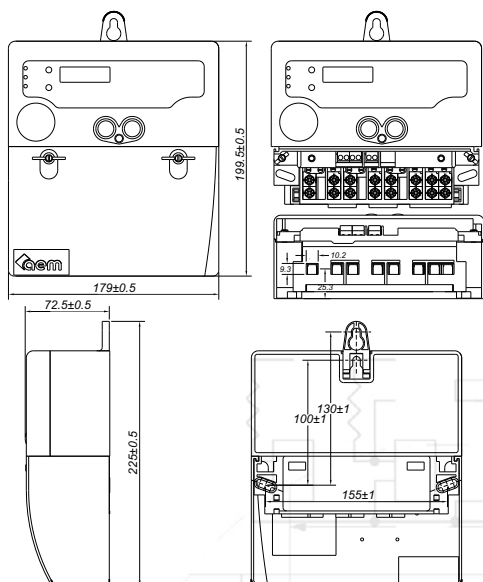

Fig. 2
- Dimensiuni de gabarit: conform fig. 2
- Dimensiuni de prindere în 3 puncte: conform fig. 2